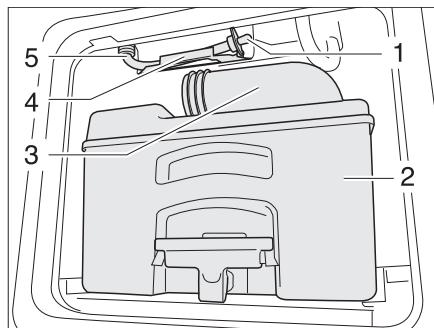

Fig. 392 Conduttura di scarico serbatoio dell'acqua toilette
- Svuotare e pulire la cassetta (Fig. 392,2) in un punto di smaltimento appositamente previsto.
- Far aprire i bocchettoni di scarico (Fig. 392,3).
- Prendere la conduttura di scarico (Fig. 392,5) dal supporto (Fig. 392,4).
- Togliere il tappo di scarico (Fig. 392,1) e far defluire l'acqua residua.